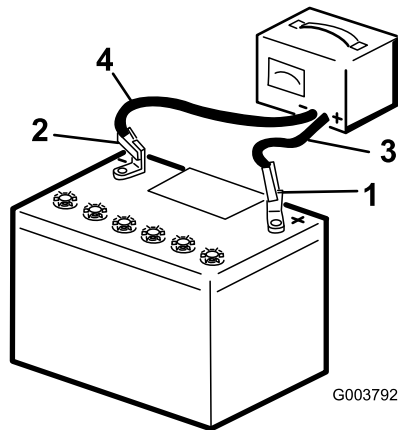

Figura 34
- Cargue la batería durante 10 a 15 minutos a 25–30 amperios, o durante 30 minutos a 4–6 amperios (Figura 34). No sobrecargue la batería.
luego desconecte los cables del cargador de los bornes de la batería (Figura 34).